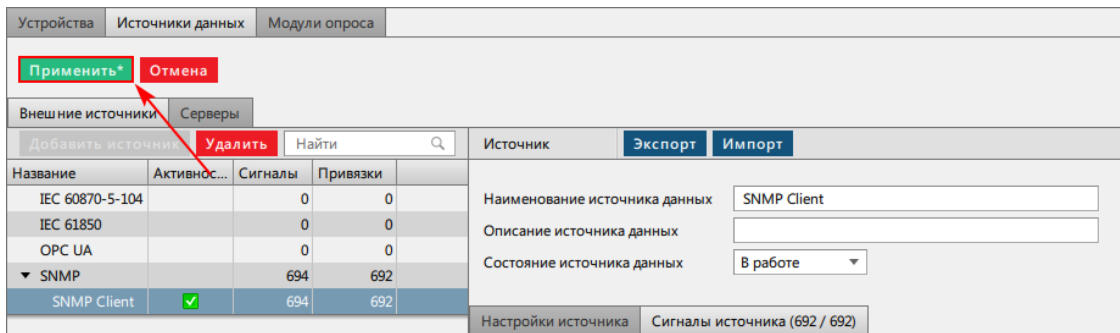

Рисунок 238 - Сохранение изменений
- Нажмите **Применить** (Рисунок 238).